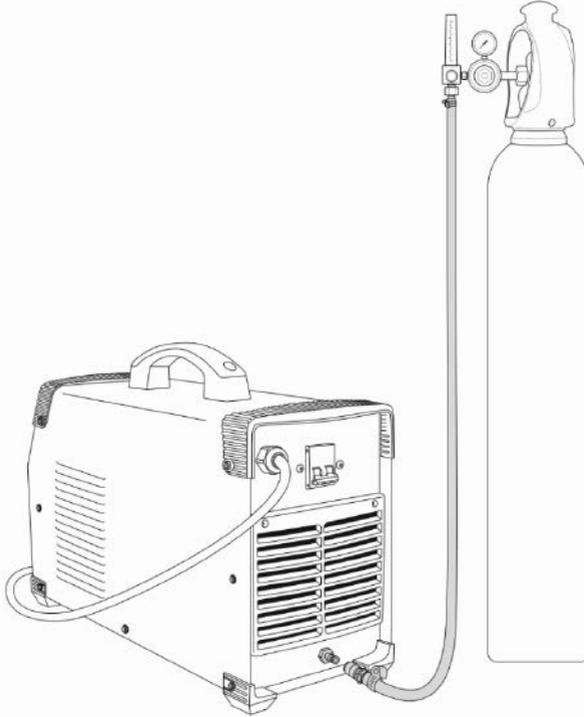

Рис. 8.0.3. Подключение защитного газа.
**1.** Подсоедините газовый рукав к газовому разъёму аппарата и к регулятору расхода газа присоединённому к баллону. При подключении баллон и регулятор расхода газа должны быть закрыты. Система газоснабжения, состоящая из газового баллона, регулятора расхода защитного газа и газового рукава должна иметь плотные соединения (используйте винтовые хомуты), чтобы обеспечить надёжную подачу газа и защиту сварочного шва (см. рис. 8.0.3).